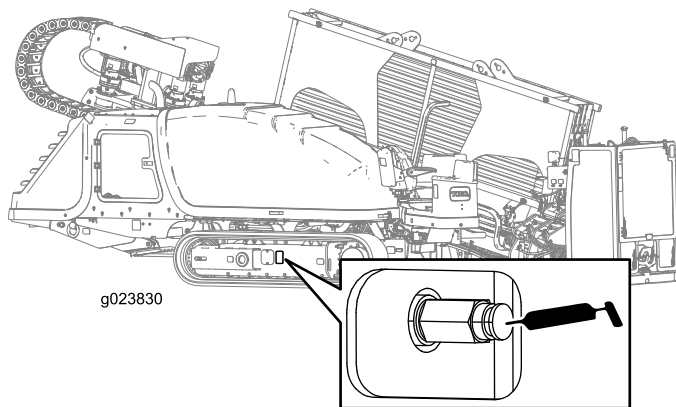

Bild 106
2. Entfernen Sie Schmutz und Rückstände im Bereich des Schmierventils für die Kettenspannung (Bild 106).
4. Bringen Sie Schmiermittel auf den Nippel auf, bis die Spannung 31,026 kPa (4,500 psi) beträgt, siehe Bild 106.
4. Drehen Sie das Schmierventil für die Kettenspannung **maximal eine Umdrehung** nach links (Bild 106).